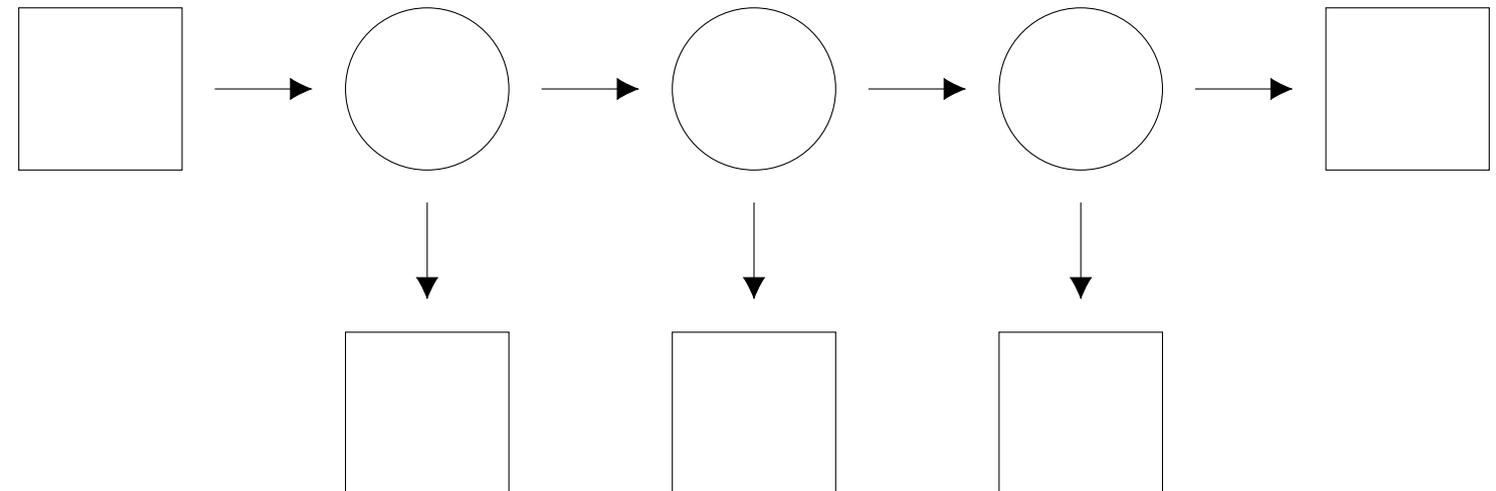

FIGURE 1 – Chaîne énergétique d'une centrale thermoélectrique.
6. En figure 1 ci-dessous, compléter le schéma d'une chaîne énergétique pour interpréter les transformations d'énergie qui y ont lieu.